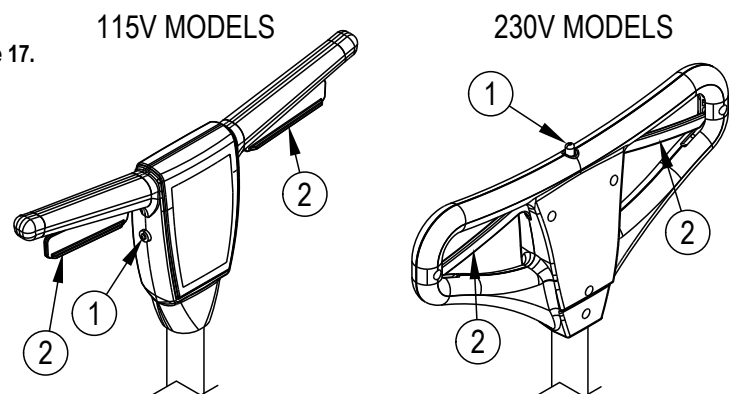

Abbildung 6
5. Die Verriegelungstaste (1) drücken und die Hebel (2) betätigen. Zum Stoppen der Maschine die Hebel (2) loslassen. Siehe Abbildung 6.
3. Die Verriegelungstaste (1) drücken und die Hebel (2) betätigen. Zum Stoppen der Maschine die Hebel (2) loslassen. Siehe Abbildung 6.